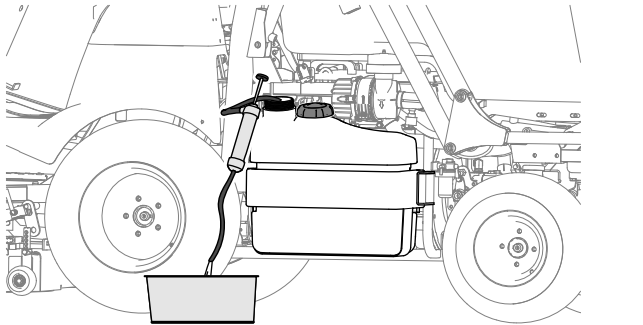

Bild 73
- Leeren Sie den Kraftstofftank mit einer Absaugpumpe, wenn Sie die Maschine länger einlagern (Bild 73).
- Wenn die Kraftstoffanlage verunreinigt ist, leeren Sie den Kraftstofftank (Bild 73) mit einer Absaugpumpe, reinigen Sie den Tank und spülen ihn mit sauberem Dieseldieselkraftstoff aus.